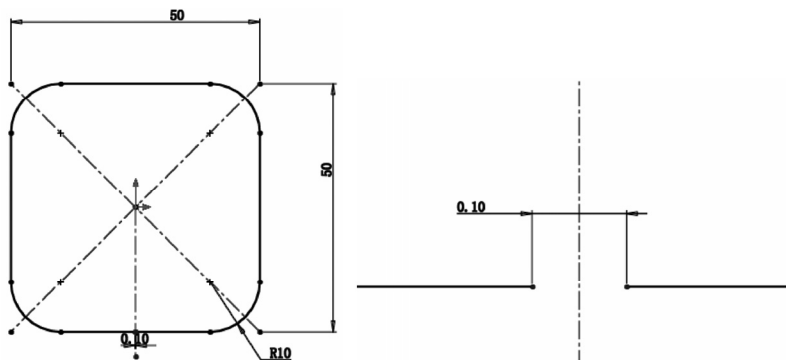

图 10-37 绘制缺口使草图为开环
2) 单击“草图”控制面板中的 （剪裁实体）按钮，对竖直直线和四边形进行剪裁，最后使四边形具有 0.1 宽的缺口，从而使草图为开环，如图 10-37 所示，然后单击 （退出草图）按钮。